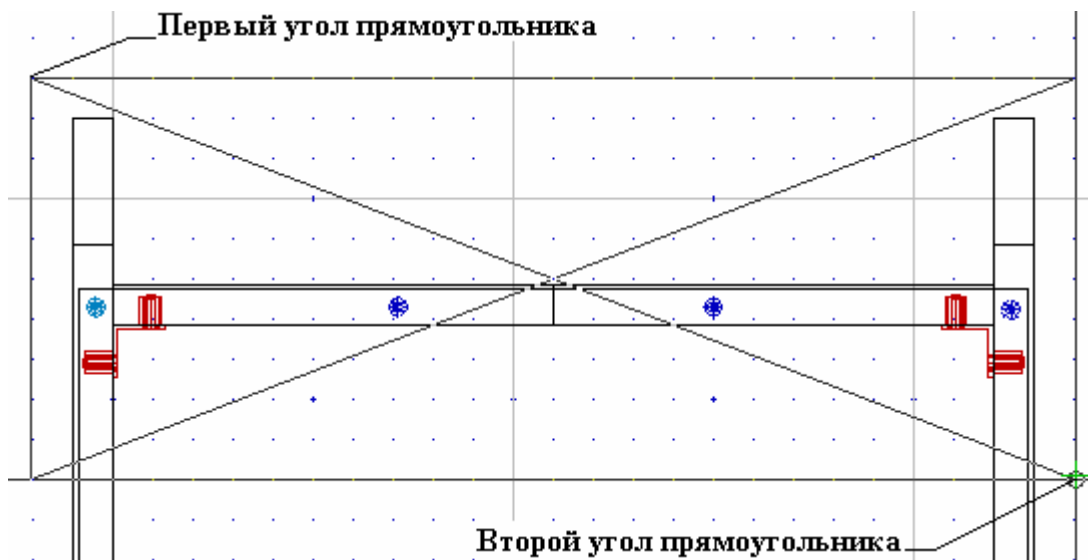

Рис. 111 Область сдвига для верхней полки тумбы
2. Выбрать инструмент **Сдвиг** () и последовательно указать первый и второй угол прямоугольника области сдвига, которая должна захватывать верхнюю полку, ее крепеж и верхний торец задней стенки (рис. 111).